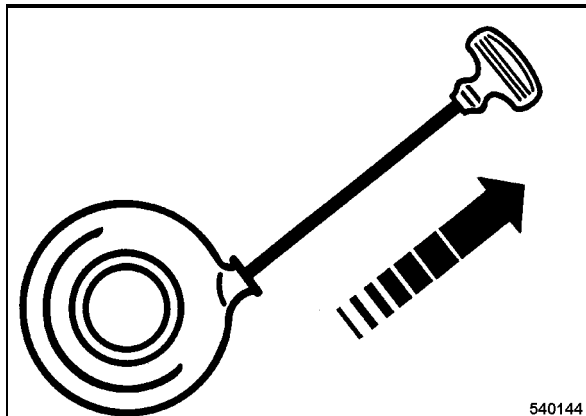

Fig. 11
- Tirar el cable por la empuñadura de arranque rápido y fuerte tanto hacia fuera como posible (Fig. 11).